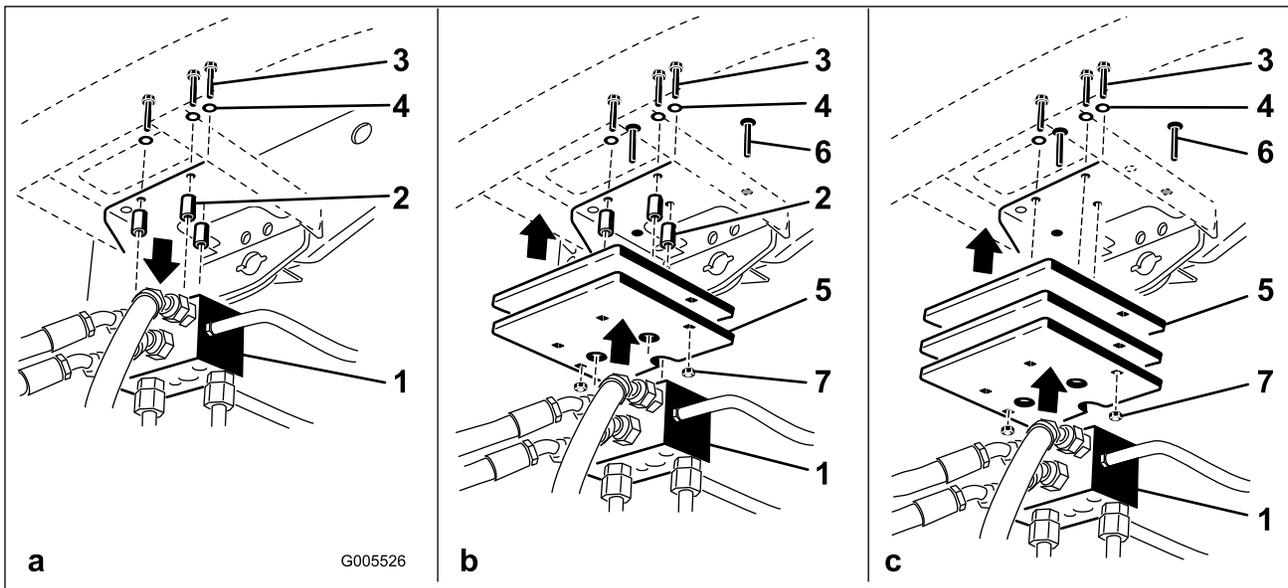

Рисунок 15
Установите необходимое количество грузов (см. таблицу грузов) в верхней или нижней части заднего бампера, как показано на Рисунок 15.
- Отверните три болта и снимите шайбы с проставками, которые крепят коллектор тяги к нижней части заднего бампера (Рисунок 15а).
- Установите груз(ы) и коллектор тяги на бампер с помощью ранее снятых трех болтов, шайб и проставок (Рисунок 15б).
Примечание: Не используйте проставки при установке более двух грузов **под** бампером (Рисунок 15в).
- Прикрепите наружные края груза(ов) к бамперу с помощью двух каретных болтов и гаек (Рисунок 15в).